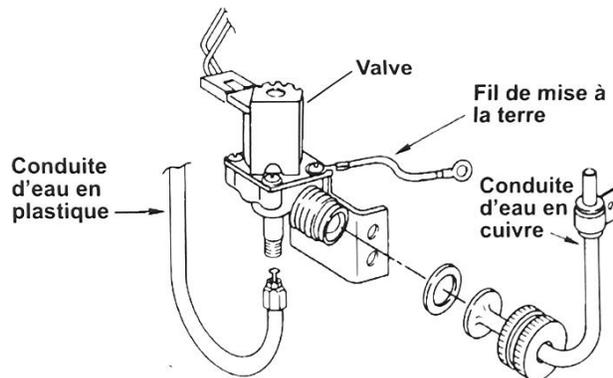

Figure 3
5. Débrancher les conduites d'eau en cuivre et en plastique de la valve. Voir la Figure 3.